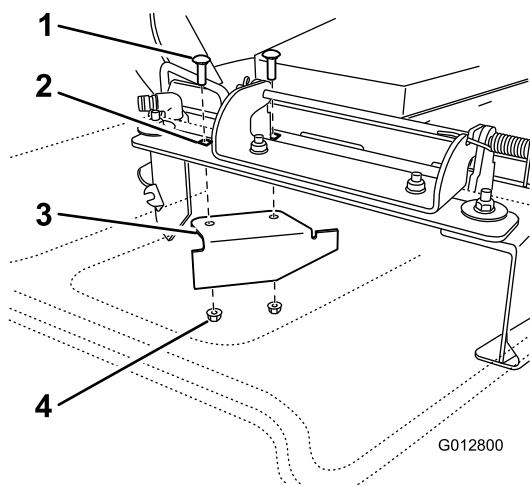

Figura 35
11. Localize o abafador de corte no saco das peças soltas. Retire os dispositivos de fixação nos furos posteriores da placa de descarga. Instale o abafador na abertura de descarga lateral na plataforma do cortador (Figura 35).